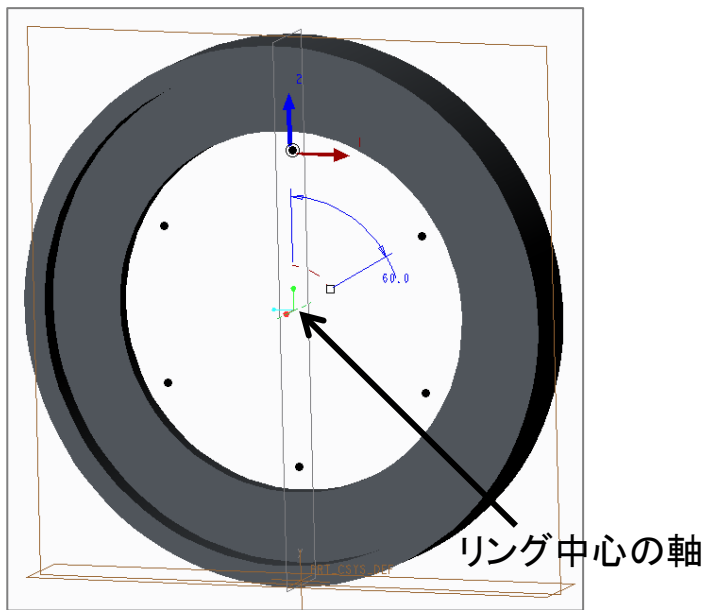

Fig.22 パターンツール設定後の状態
16. リング中心の軸 (Fig.22) を選択後、Fig.21のように個数6、間隔60に設定するとFig.22のようになる。